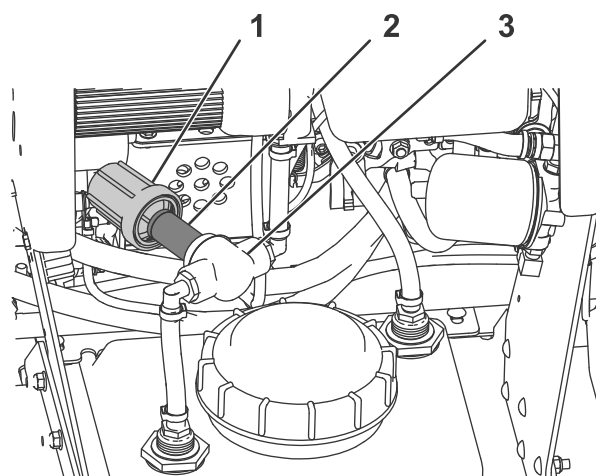

Figura 54
1. Limpie la zona alrededor del tapón del filtro en línea (Figura 54).